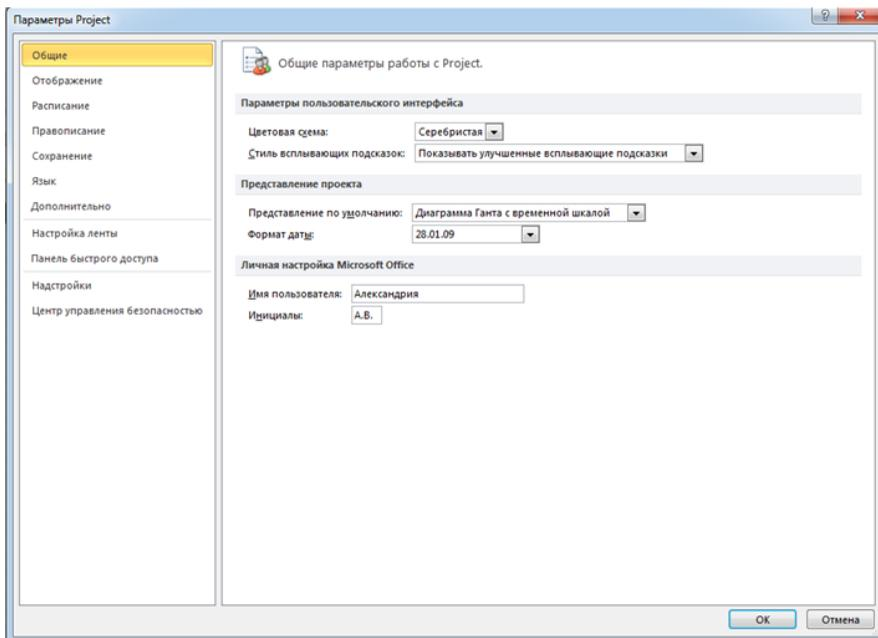

Рис.7. Диалоговое окно Параметры Project
- В диалоговом окне **Параметры Project** (рис. 7) выбрать вкладки: